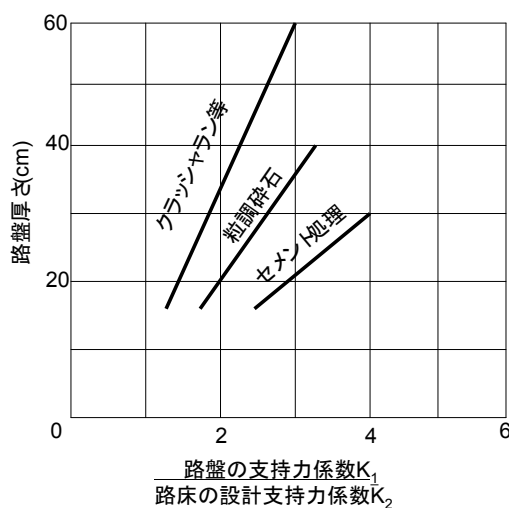

Figure 1
3. 路床の設計支持力係数が $50(\text{MN}/\text{m}^3)$ である。下層路盤をクラッシュラン路盤で 20cm 厚さにするとすれば、路盤面の支持力係数 $K_1=200(\text{MN}/\text{m}^3)$ とするためには、上層路盤を粒度調整碎石とした時の必要厚さは (ノ) (cm) である。また、セメント安定処理とした時は (ハ) (cm) である。(Figure 1 参照)。
4. (1) コンクリート版の幅 $B=4.0(\text{m})$ 、長さ $L=10(\text{m})$ 、厚さ $h=0.3(\text{m})$ および摩擦係数 $f=1.0$ の場合に、 $\phi=22(\text{mm})$ の鉄筋を用いたタイバーの必要断面積 $A_s = \underline{(ヒ)}$ (m^2)、必要本数 $N = \underline{(フ)}$ (本)、最小長さ $r = \underline{(ヘ)}$ (m) である。なお、コンクリート版 1 枚に作用する摩擦力 $F=0.024fBLh(\text{MN})$ であり、鉄筋の許容応力度は $130(\text{MN}/\text{m}^2)$ 、付着許容応力度 $1.6(\text{MN}/\text{m}^2)$ である。